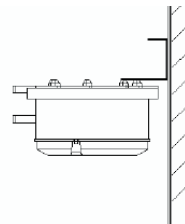

图 3
- 只能按照图 3 方式安装时，开关值约小于刻度指示值 10Pa（不推荐此安装方式）。